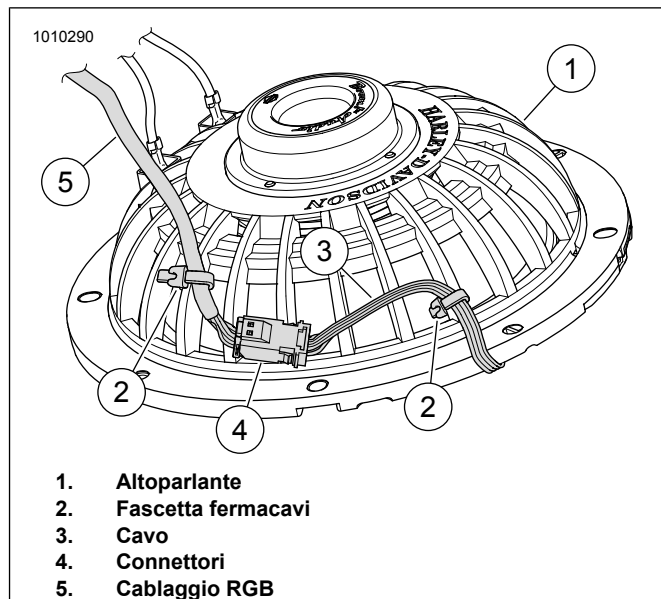

Figura 12. Retro dell'altoparlante, cavo e fascetta fermacavi
- a. Vedere la figura 12. Unire i connettori (4) dal dispositivo di illuminazione al cablaggio RGB.
- b. Disporre il filo del dispositivo di illuminazione (3) lungo la parte posteriore dell'altoparlante (1) come mostrato. Per stabilizzare i connettori (4), fissare il cavo del dispositivo di illuminazione (3) e il cavo RGB (5) con fascette fermacavi (2) come mostrato.